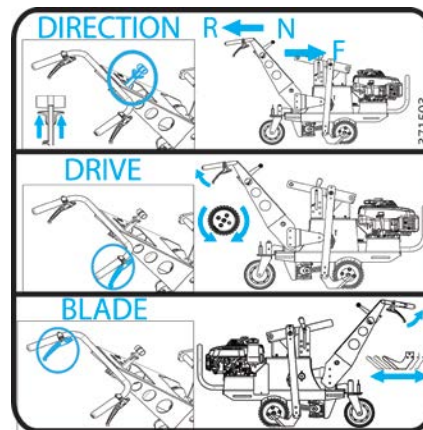

Fig. 1
**STYRDON:** Sitter till höger av handtaget. När du aktiverar drivspaken, dra den tills den kommer i kontakt med handtaget. Kör inte drivanordningen till hälften då det kommer orsaka förtida utslitning av växeln. (Se Fig. 1)